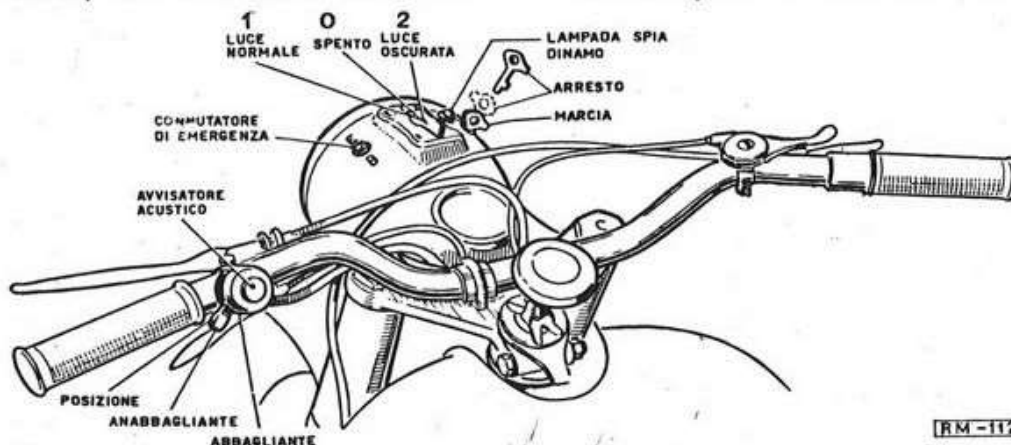
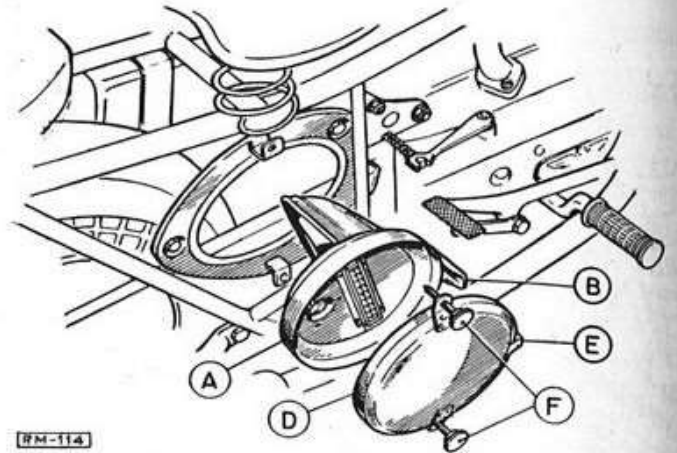

Fig. 112 - Sistemazione dei comandi dell'impianto elettrico
Fig. 114 - Sistemazione della maschera di oscuramento sul suo supporto.
DISPOSIZIONE E FUNZIONE DEI COMANDI (fig. 112)
280 L'oscuramento delle luci posteriori si ottiene semplicemente portando la leva del commutatore nella posizione "2" (fig. 112). Sul proiettore occorre invece montare l'apposita maschera che in condizioni di non oscuramento è fissata al suo supporto sotto la sella a destra. Per fare ciò (fig. 114) togliere il coperchio (D) dal supporto, svitando le due viti a pomello zigrinato (F), liberando così la maschera.
Quando si deve tornare all'illuminazione normale, si sostituisce nuovamente la ghiera del proiettore alla maschera, con lo stesso sistema ora indicato. Nel rimontare la maschera sul supporto, fare attenzione che il coperchio abbia la linguetta di riferimento (E fig. 114) rivolta verso la parte anteriore del veicolo: su questa si innesterà il piccolo tegolo della maschera che copriva la lampada di spia.